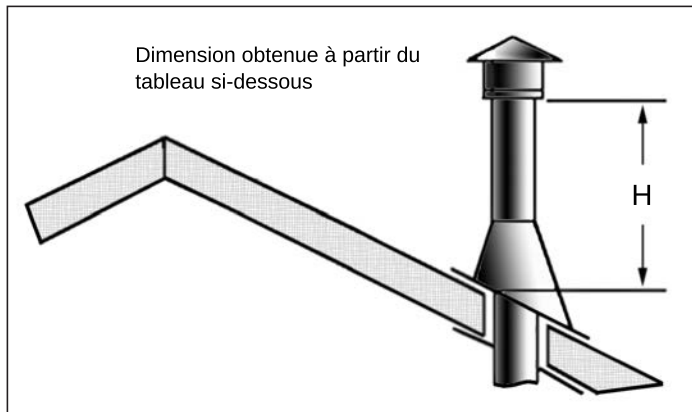

Figure 62: Hauteur de la terminaison verticale ; Référence Tableau 7
- Étape 8.** Continuez à ajouter des sections de tuyau jusqu'à ce que la hauteur du capuchon d'évent réponde aux exigences minimales du code. Reportez-vous à la Figure 62 et au Tableau 7. Notez que pour les pentes de toit raides, la hauteur de l'évent doit être augmentée. Dans des conditions de vent fort, les arbres à proximité, les lignes de toit adjacentes, les toits à forte pente et d'autres facteurs similaires peuvent entraîner un mauvais tirage ou un tirage vers le bas. Dans ces cas, l'augmentation de la hauteur de l'évent peut résoudre le problème.
Table 7: 'H' minimal pour Figure 62.